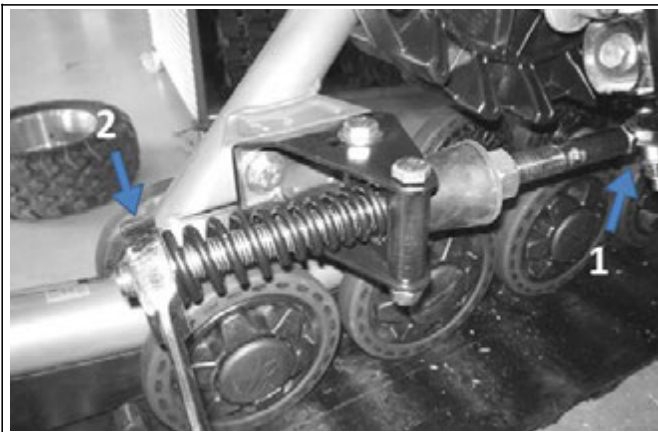

Рис. 10
- Прикрепить выравнивающую штангу (поз.1) к **фиксирующему кронштейну**, укрепленному на штанге подвески квадроцикла (см. Рис. 10).
- Ослабить гайку (поз.2) упорной пружины выравнивающей штанги (см. Рис. 10).